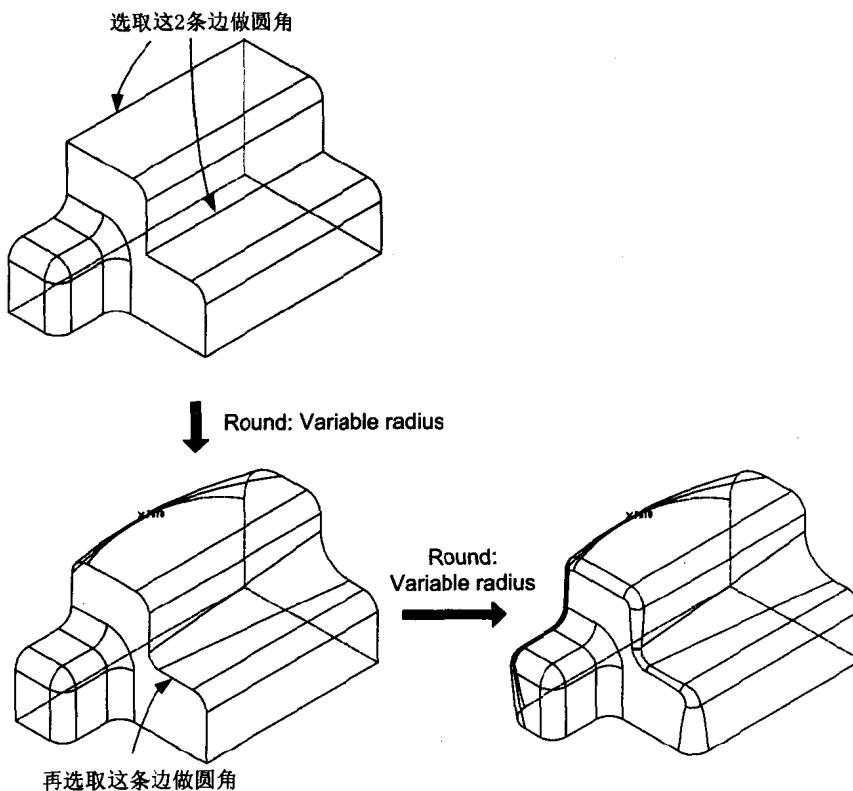

图 1.5
- **Variable:** 变化的圆角半径值，可以指定圆角在某处的圆角半径值，若在两点之间，则根据两点的半径值大小作变化（见图 1.5）。